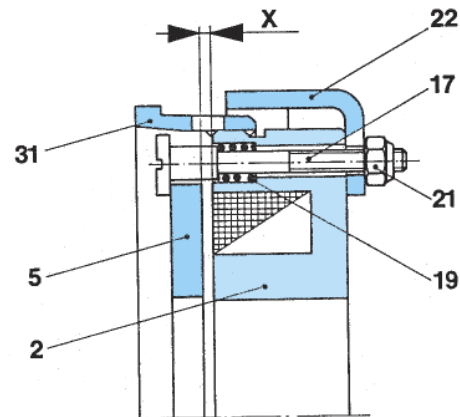

Bild 3
Die Rückholbolzen (17) begrenzen den Hub der Ankerscheibe (5) in Bremsrichtung, Bild 3 und 4.
Die Rückholbolzen (17) dürfen nur soweit über die Sicherungsmuttern (21) angezogen werden, dass zwischen Ankerscheibe (5) und Spulenträger (2) mindestens das Einstellmaß "X" nach Tabelle 2 und Bild 3 besteht bleibt.